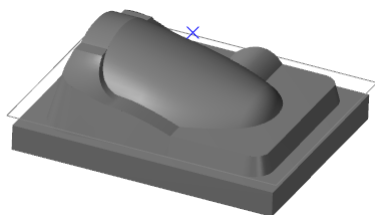

图 17.2 零件模型
Step1. 打开模型。选择文件目录 D:\mcx6.11\work\ch17\ LOWER_MOLD.MCX-6，系统进入加工环境，此时零件模型如图 17.2 所示。